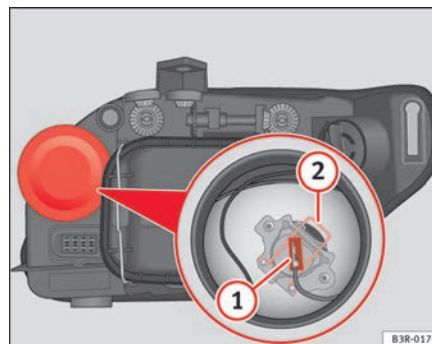

Fig. 192 Luz de carretera
- Extraiga el conector ⇒ fig. 192 **1** de la lámpara.
- Presione el resorte ⇒ fig. 192 **2** hacia dentro y hacia la derecha.